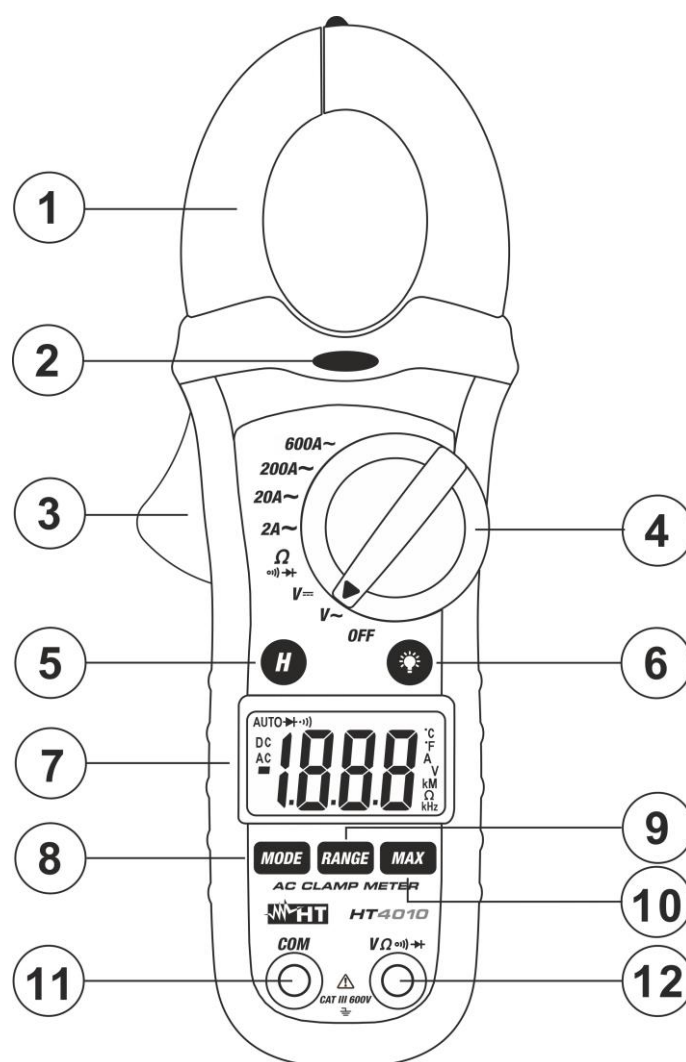

Fig. 1 Instrumentenbeschreibung
1. **Die NCV-Funktion ist auch bei ausgeschaltetem Instrument immer aktiv.** Bringen Sie das Gerät einer AC-Quelle nah und prüfen Sie, ob sich die rote LED auf der Oberseite einschaltet (siehe Fig. 1 – Teil 2). Dies bedeutet, dass das Gerät die Anwesenheit der Quelle ermittelt, hat
1. Halten Sie das Messgerät in die Nähe der Spannungsquelle und beachten Sie die das Aufleuchten der roten LED (siehe Fig. 1) unterhalb der Zangenbacke, die ein Vorhandensein eines Spannungsfeldes anzeigt.
1. Halten Sie das Messgerät in die Nähe der Spannungsquelle und beachten Sie die das Aufleuchten der roten LED (siehe Fig. 1) unterhalb der Zangenbacke, die ein Vorhandensein eines Spannungsfeldes anzeigt